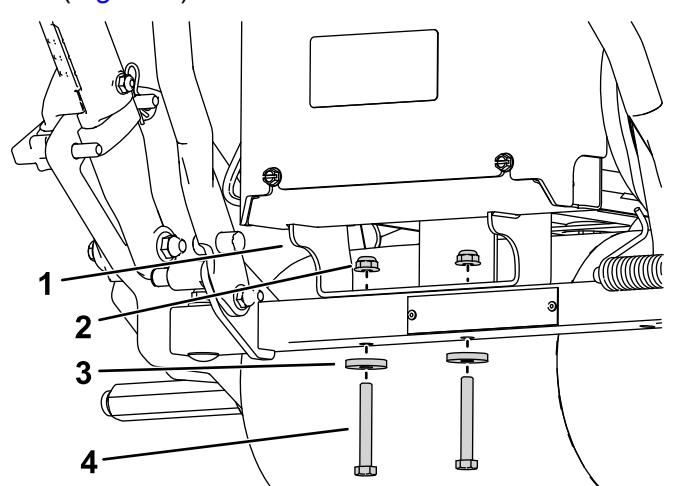

Figure 5
5. Retirez les 2 écrous, rondelles et boulons qui fixent le support du centre d'alimentation à l'arrière de la machine et déposez le support (Figure 5).